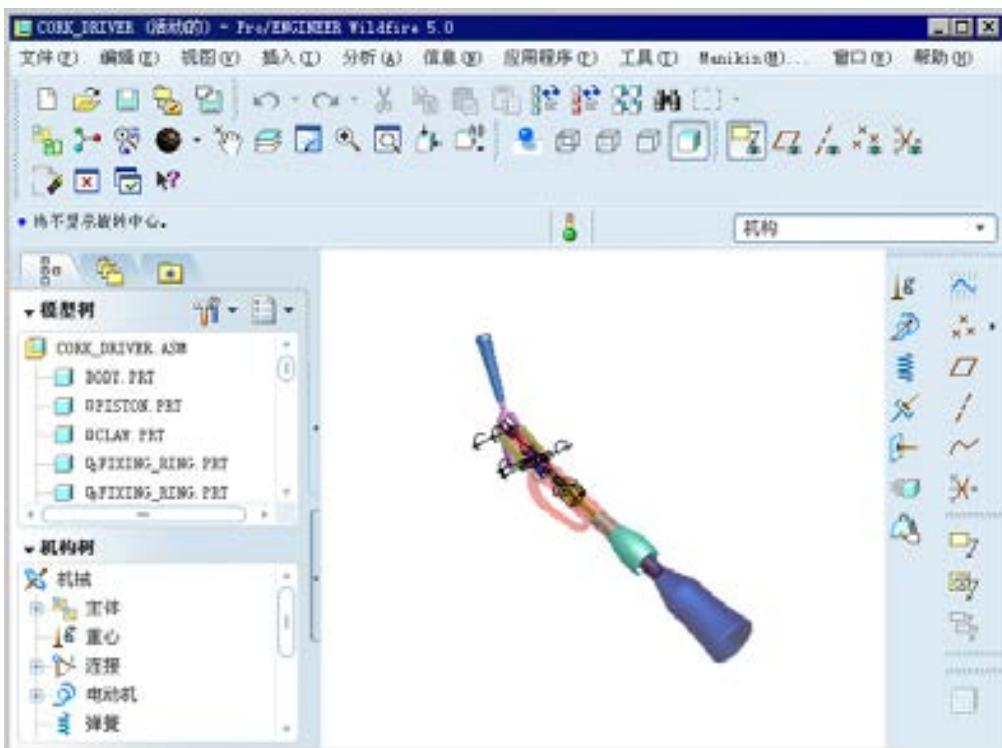

图 12.1.1 机构模块界面
Step2. 进入机构模块。选择下拉菜单 **应用程序(E)** → **机构(M)** 命令，即进入机构模块，此时 Pro/ENGINEER 界面如图 12.1.1 所示。